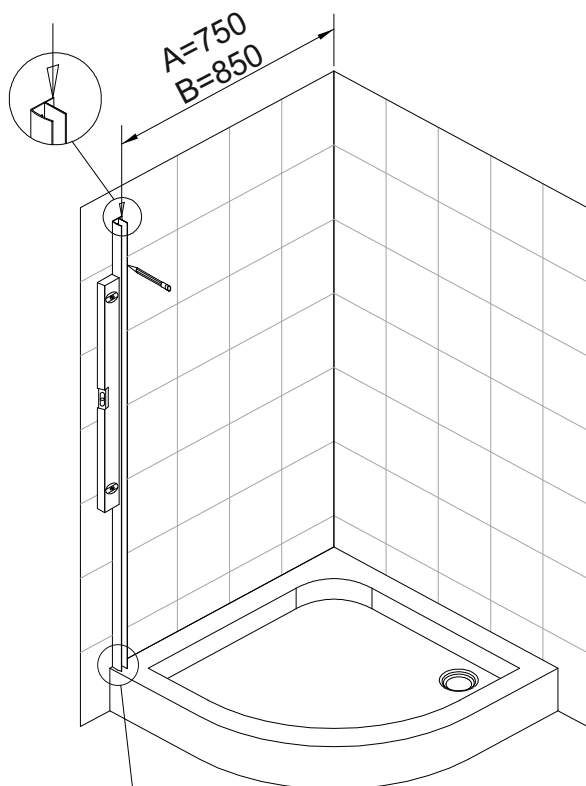

Fig. 1
- 1) Put the 2) wall connecting profiles on the walls, keep the distance between profiles and adjusting the profiles to make sure it is vertical. Mark the holes on the wall. As Fig.1
- 1) Appoggiare il profilo compensatore 2) al muro, livellare lateralmente tramite la bolla e segnare attraverso i fori predisposti sul profilo i punti. Vedi fig. 1